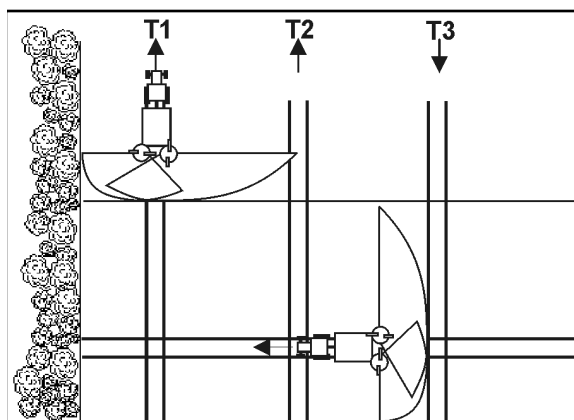

Fig. 86
Zur Entleerung von Restmengen ist der ZA-X mit 2 Entleerungsklappen (Fig. 86/1) ausgestattet.
2. Mutter (Fig. 86/2) lösen.